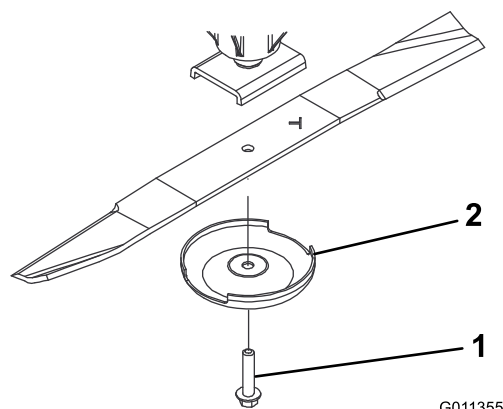

Figura 65
2. Sujete el extremo de la cuchilla usando un paño o un guante grueso. Retire del eje de la cuchilla el perno de la cuchilla, el protector de césped y la cuchilla (Figura 65).
3. Instale la cuchilla, con la vela hacia la carcasa de corte, con el protector de césped y el perno de la cuchilla (Figura 65). Apriete el perno de la cuchilla a 115–149 N m.
Si se permite que la cuchilla se desgaste, se formará una hendidura entre la vela y la parte plana de la cuchilla (Figura 65). Con el tiempo, una parte de la cuchilla puede desprenderse y ser arrojada desde debajo de la carcasa, posiblemente causando lesiones graves a usted o a otra persona.